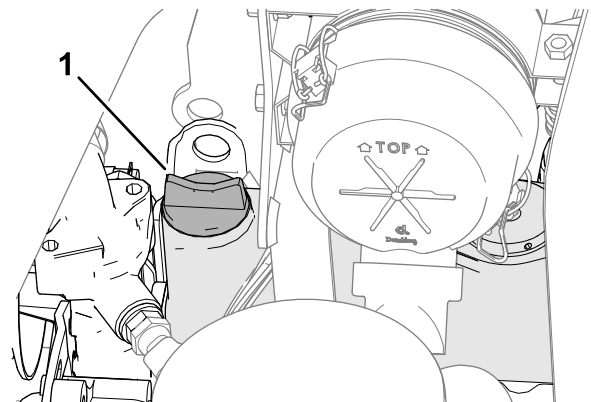

Bild 72
5. Entfernen Sie bei niedrigem Ölstand den Ölfülldeckel (Bild 72), gießen langsam kleinere Ölmengen ein und prüfen den Stand regelmäßig, bis die Voll-Markierung am Peilstab erreicht wird.